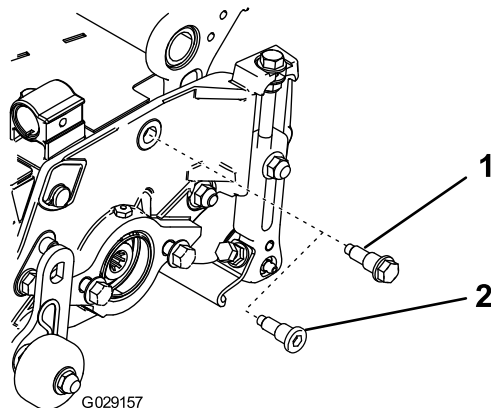

Figura 7
1. Substitua o parafuso com olhal existente com o novo parafuso com olhal conforme mostrado na Figura 7 antes de instalar o motor do cilindro.